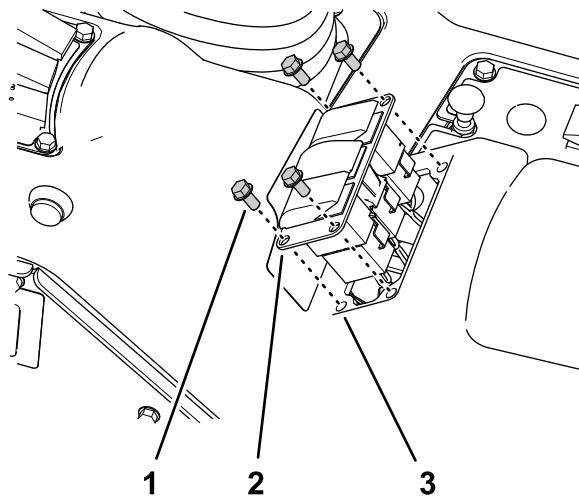

图33
1. 卸下将 3 开关面板固定至控制台的 4 个凸缘头螺丝 $\frac{1}{4} \times \frac{1}{2}$ 英寸 图33。
3. 从开关的 8 针接头断开标有喷洒率开关的机器线束 8 插槽接头 图33。
- 将开关塞对准从中取出喷洒率开关的 3 开关面板开口 图33。
- 将开关塞插入 3 开关面板直至其牢固卡入面板 图33。